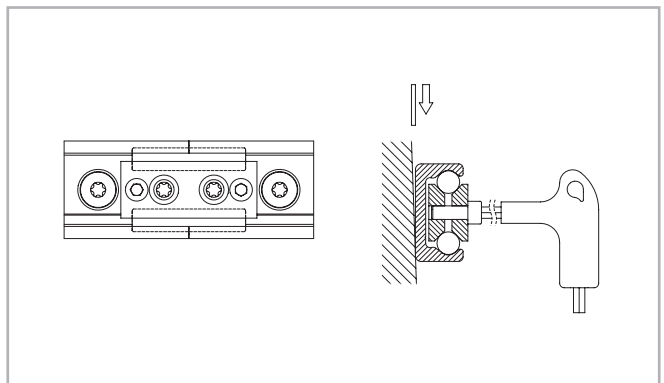

Abb. 172
- (3) Platzieren Sie die Fluchtvorrichtung am Schienenstoß und ziehen Sie beide Einstellschrauben gleichmässig an, bis die Laufbahnen ausgerichtet sind (s. Abb. 172).
- (4) nach dem vorangegangenen Schritt (3) ist zu prüfen, ob beide Schienenrückseiten plan auf der Montagefläche aufliegen. Sollte sich dort ein Spalt gebildet haben, so ist dieser zu unterlegen.